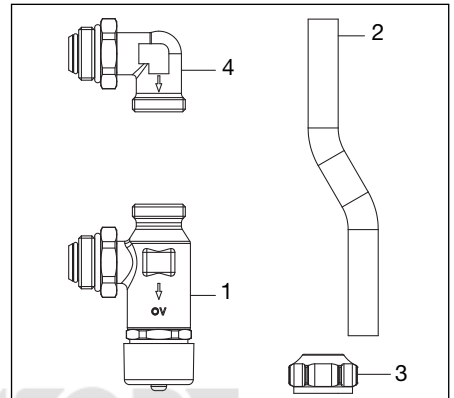

Abb. 5.1 Lieferumfang
- Winkel (Teil 4, Abb. 5.1) in den Vorlaufbalken schrauben.
- Gehäuse (Teil 1, Abb. 5.1) in den Rücklaufbalken schrauben.
- Klemmringverschraubungen (Teil 3, Abb. 5.1) über die Rohrenden des Rohres (Teil 2, Abb. 5.1) schieben.